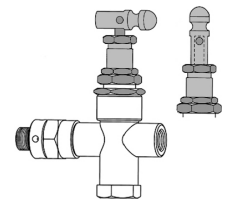

Figure 2.
3. Déplacez le levier du dispositif de décompression piloté en position verticale de mise en marche (Fig. 2).
2. Déplacez le levier du dispositif de décompression piloté en position verticale de mise en marche (Fig. 2).